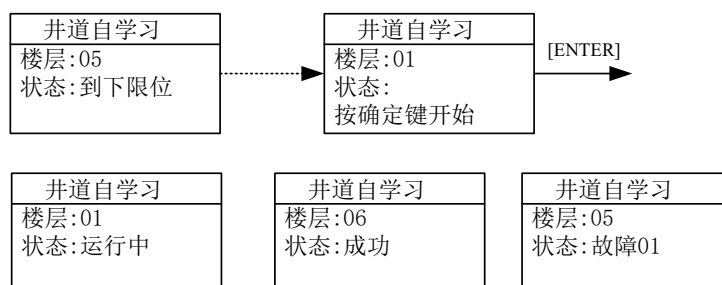

图 7.4 井道自学习操作示意图
8. 通过液晶显示屏进入自学习菜单，按菜单提示操作，如图 7.4 所示；